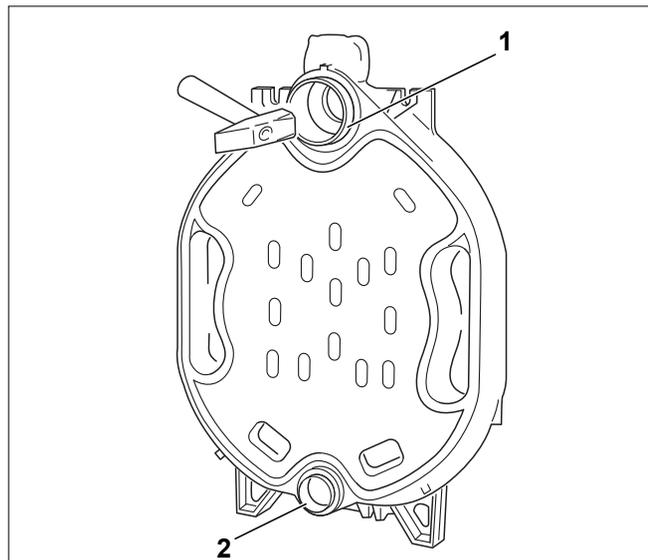

Рис. 9 Установка ниппеля
- ▶ Вставьте ниппели в верхнюю (размер 2, 119/50) и нижнюю (размер 0, 57/50) ступицы задней секции и забейте их деревянным или резиновым молотком сильными ударами крест-накрест. После забивания верхний (рис. 9, [1]) и нижний (рис. 9, [2]) ниппели должны выступать из ступиц примерно на 28 мм.